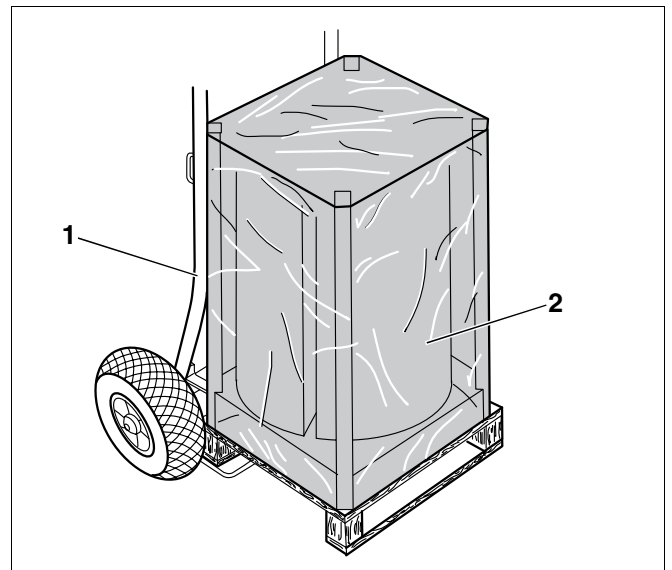

Fig. 3 Trasporto dell'accumulatore produttore di acqua calda con il carrello di trasporto per caldaia
- Posizionare il carrello per caldaia (fig. 3, **pos. 1**) sul lato posteriore dell'accumulatore produttore di acqua calda imballato (fig. 3, **pos. 2**).